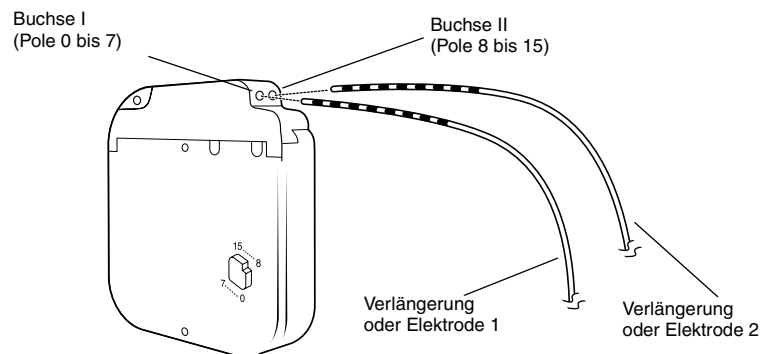

Abbildung 1. Führen Sie die Verlängerungs- bzw. Elektrodenenden vollständig in den Neurostimulator ein.
3. Führen Sie die entsprechenden Stifte der Verlängerungen bzw. Elektroden in die entsprechenden Buchsen des Konnektorblocks ein, bis sie fest und sicher im Konnektorblock sitzen (Abbildung 1).